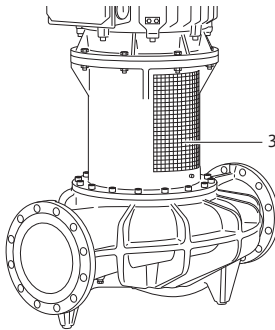

Fig. 38: Gemonteerde koppelingsbeveiligingsplaat
- De pomp uitsluitend met gemonteerde koppelingsbeveiligingsplaten (afb. 38, pos. 3) gebruiken.